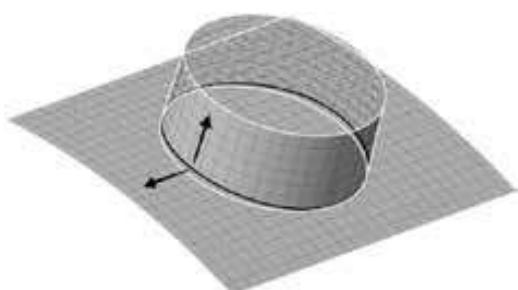

图4-9 两个箭头的方向
Step 24 使箭头方向如图4-9所示(箭头方向为曲面保留方向)。